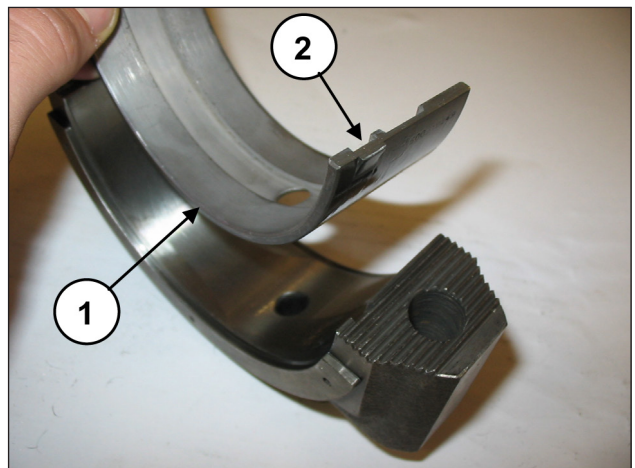

Fig. 82
Aplique os semi-rolamentos inferiores aos chapéus (pos. ①, Fig. 82), certificando-se que a lingueta de referência dos semi-rolamentos esteja posicionada na caixa sobre o chapéu (pos. ②, Fig. 82).